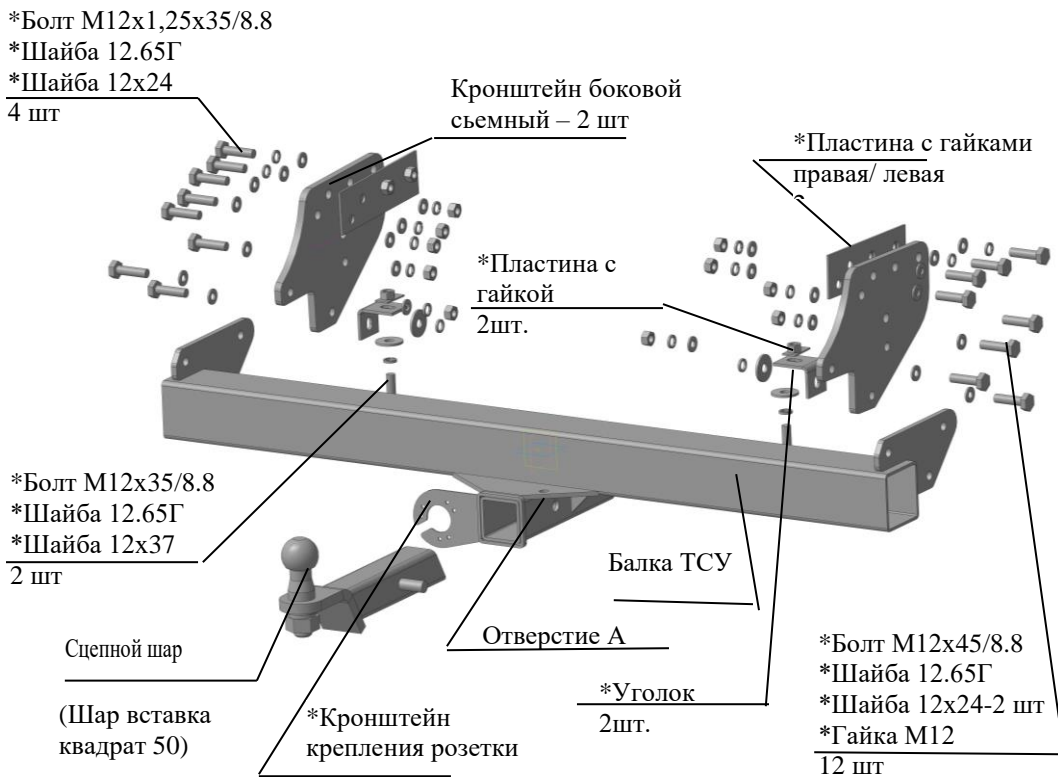

Рис.1 Тягово-сцепное устройство 7113.
2.1 ТСУ 7113 в сборе (рис.1)	1 шт.
2.2 Пакет с комплектующими (см. рис.1)	1 шт.
Наживить контргайку М10 на болт М10х25 (на рис.1 условно не показаны), установить болт в приварную гайку в нижней поверхности трубы 60х60. Произвести затяжку крепежа, предварительно смазав резьбу любой консистентной смазкой.